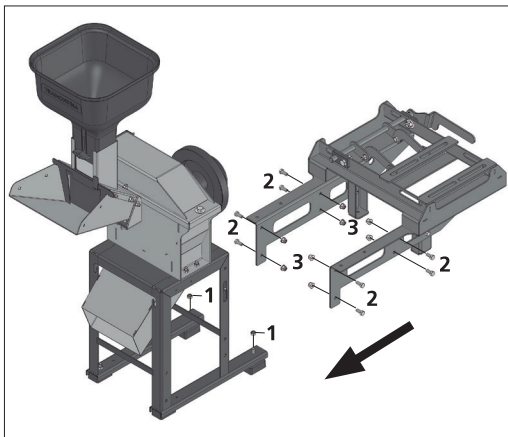

Fig. 01
1. Inicie a montagem removendo as porcas (1) dos coxins traseiros da base do triturador, e então encaixe os furos dos pés do suporte do motor no parafuso do coxim [Fig. 01].
1. Start assembly by removing the nuts (1) from the rear cushions of the shredder base and then fit the holes of the engine support feet in cushion screws [Fig. 01].
1. Inicie el montaje retirando las tuercas (1) de los cojines traseros de la base del triturador, y luego encaje los agujeros de los pies del soporte del motor en el tornillos del cojin [Fig. 01].
2. O suporte do motor possui pontos de fixação dimensionados para o acoplamento da base do triturador e do motor. O suporte deverá ser posicionado de tal forma que seus furos coincidam com os da base do triturador, e fixado com os parafusos M8 (2) e porcas (3), sendo que a saída inferior do triturador deverá ficar para o lado contrário do motor [Fig. 01]. O motor deverá ser fixado com as polias alinhadas. Para os modelos de trituradores anteriores a 2023, é necessário realizar as furações na base do triturador.
2. The support has fixing points sized for coupling the shredder and engine support. The shredder base must be positioned in such a way that its holes coincide with those of the shredder base, and fixed with the M8 screws (2) and nuts (3), the lower outlet must be on the opposite side of the engine [Fig. 01]. The engine must be fixed with the pulleys aligned. For shredder models prior to 2023, it is necessary to drill holes in the shredder base.
2. El soporte de motor posee puntos de fijación diseñados para el acoplamiento de la base del triturador y del motor. Ubicar el soporte de modo tal que los orificios coincidan con los de la base del triturador y se fije con los tornillos M8 (2) y las tuercas (3), siendo que la salida inferior debe quedar hacia el lado contrario del motor [Fig. 01]. Fijar el motor con las poleas alineadas. Para los modelos de trituradores anteriores al año 2023, es necesario realizar las perforaciones en la base del triturador.